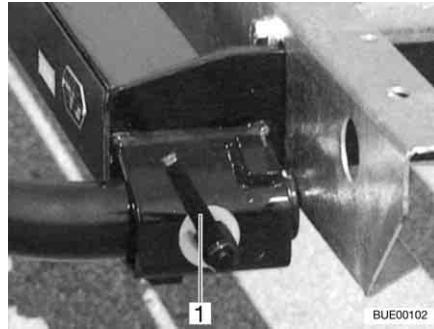

Bild 8 Schnellverschluss
- Träger links und rechts in die Aufnahmen am Rahmen stecken und mit je einem Schnellverschluss (Bild 8,1) sichern.
- Schnellverschluss (Bild 8,1) lösen und Träger aus den Aufnahmen am Rahmen herausziehen.